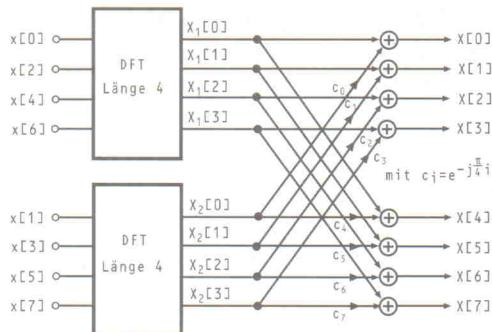

Bild 5.
Vergleicht man nun jede dieser zwei Summen wieder mit der ursprünglichen DFT (3), so erkennt man, daß diese von der Struktur her identisch sind. Der einzige Unterschied besteht darin, daß die Länge der DFTs nur noch halb so lang ist. Durch die Aufteilung in gerade und ungerade Terme wurde die DFT der Länge N also in zwei DFTs mit halber Länge zerlegt. Was hat man dadurch gewonnen? Man erkennt die Vorteile, wenn man die Anzahl der notwendigen Multiplikationen betrachtet. Oben haben wir bereits gesehen, daß man für eine DFT der Länge $N = 1024$ insgesamt 2 097 152 Multiplikationen benötigt. Der Aufwand für eine DFT der Länge $N/2 = 512$ beträgt aber nur $2 \cdot (N/2)^2 = 524\,288$ Multiplikationen, also bei zwei DFTs halber Länge insgesamt $2 \cdot 524\,288 = 1\,048\,576$ Multiplikationen, was nur noch die Hälfte der ursprünglich benötigten Anzahl entspricht. Nicht verschwiegen werden soll an dieser Stelle, daß für die zweite Summe noch die Multiplikation mit dem ausgeklammerten Drehfaktor notwendig ist. Da es sich hierbei um eine komplexe Multiplikation handelt, sind hierfür vier reelle Multiplikationen notwendig, die insgesamt N mal (für alle möglichen i) berechnet werden müssen, was insgesamt $1024 \cdot 4 = 4096$ zusätzliche Multiplikationen ergibt. Diese kann man also gegenüber den anderen Multiplikationen beinahe vernachlässigen. Bild 5